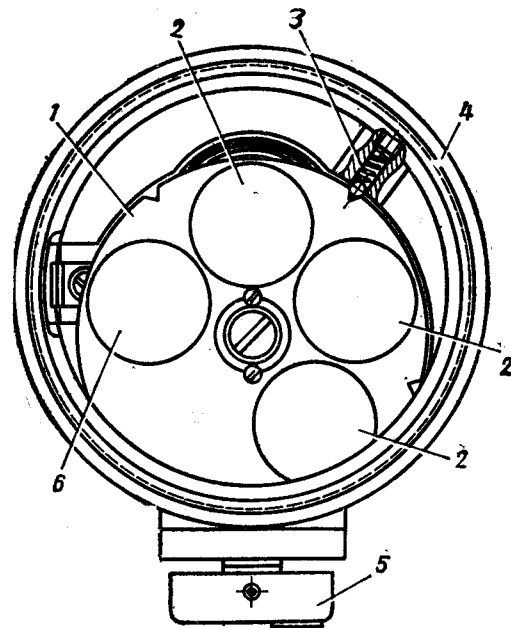

Рис. 13. Механизм светофильтров:
17. Механизм светофильтров (рис. 13) служит для получения максимальной контрастности изображения цели и повышения возможности работы прицела при различной ночной освещенности.